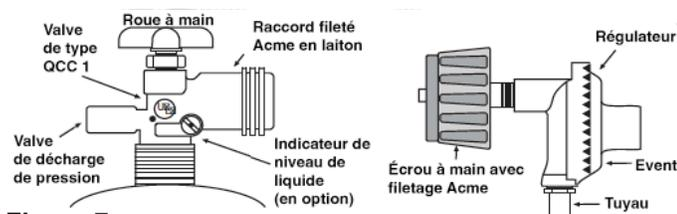

Figure 7
- L'ensemble régulateur de pression et tuyau utilisé doit correspondre aux spécifications du Type I selon ANSI Z 21.58/CGA 1.6 (Voir la Figure 7).
Tournez l'écrou à main dans le sens inverse des aiguilles d'une montre jusqu'à ce qu'il se détache. Voir la Figure 7.